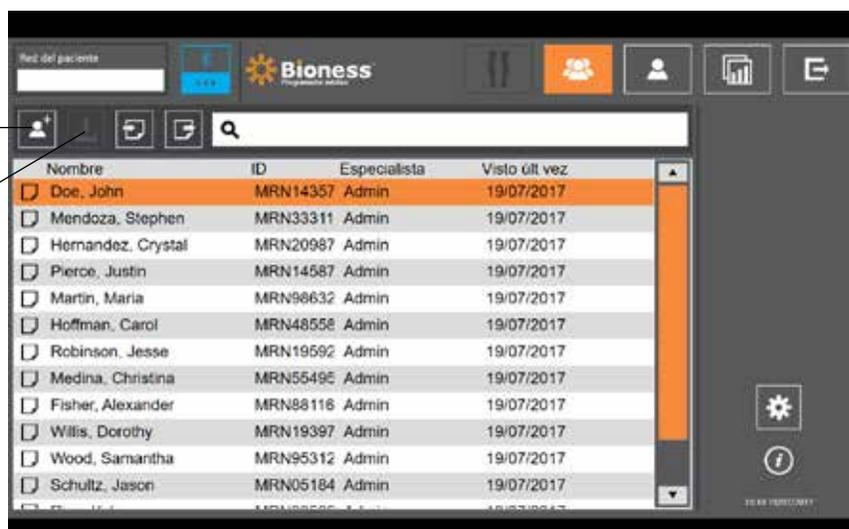

Ilustración 9-2: Icono para añadir un paciente nuevo
2. En la pantalla Base de datos de pacientes, presione el icono para añadir un paciente nuevo. Consulte la ilustración 9-2.
2. Abra la pantalla Base de datos de pacientes y resalte el paciente en la lista. Consulte la ilustración 9-2.
3. Pulse el icono de carga. Consulte la ilustración 9-2. Se abrirá una ventana con el mensaje: "Programar todos los estimuladores con el paciente: X,X". Presione el botón Continuar.